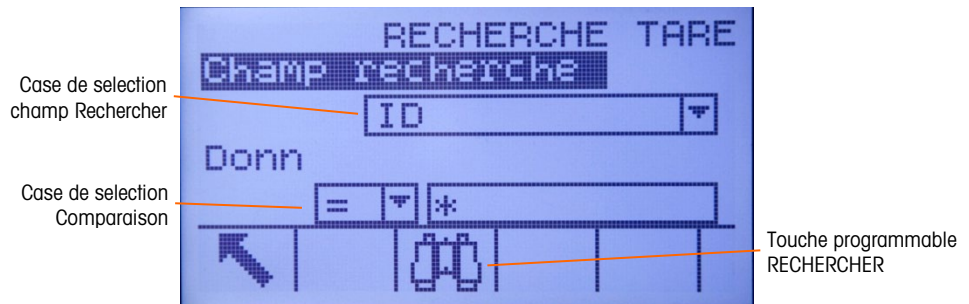

Figure 2-22 : Écran Rechercher (Tableau Tare)
6. Appuyez sur la touche programmable AFFICHER TABLEAU  pour sélectionner un sous-ensemble d'enregistrements du tableau. L'écran Rechercher pour le type de rapport sélectionné s'affiche (voir la Figure 2-22).